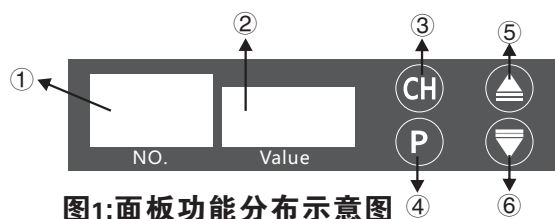

图1:面板功能分布示意图
4.1:面板功能及按键操作功能说明(如右图1):
①:通道及参数名显示框(红色数码管):